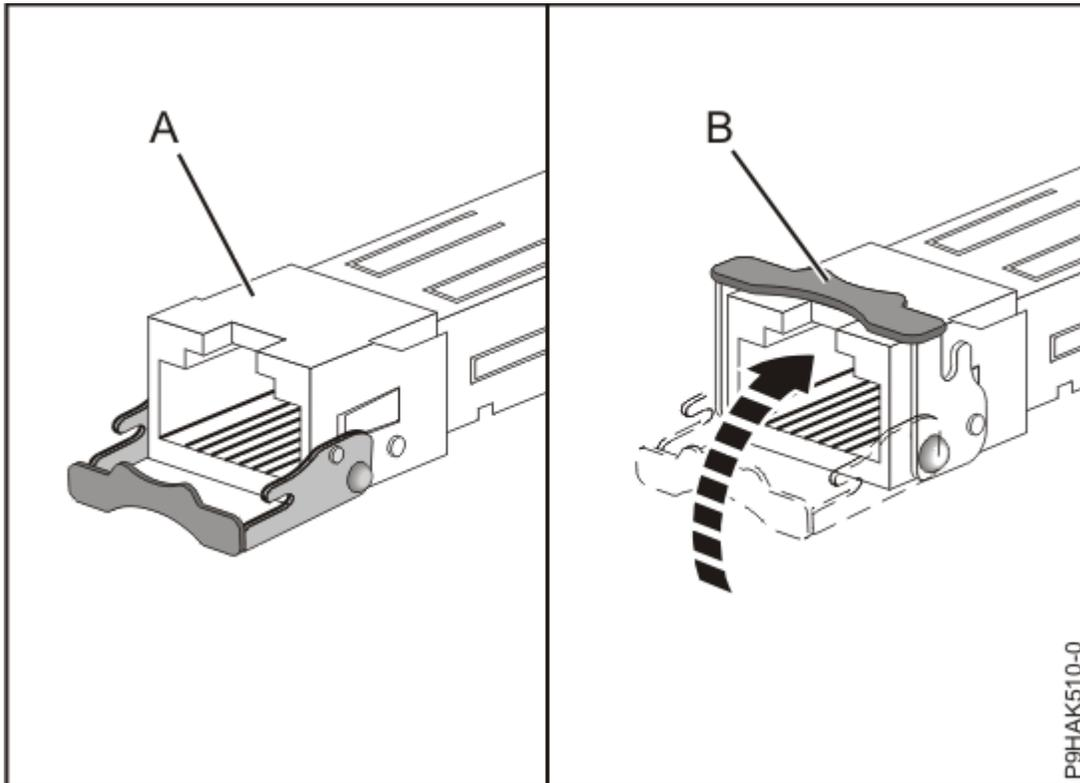

Abbildung 22. SFP-Transceiver im Adapter austauschen
- c) Drücken Sie bei geöffneter Verriegelung **(A)** auf die Verriegelung, indem Sie sie zur Karte hin nach oben drehen, wie in Abbildung 22 auf Seite 30 dargestellt.